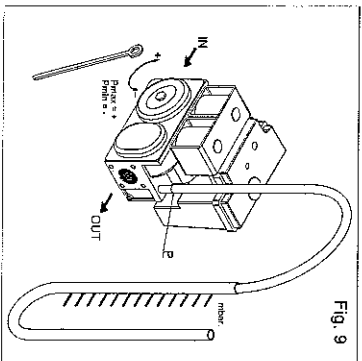

Fig. 9
- quiten el tornillo "P" (Fig. 9) ubicado en el enchufe de presión en la válvula;